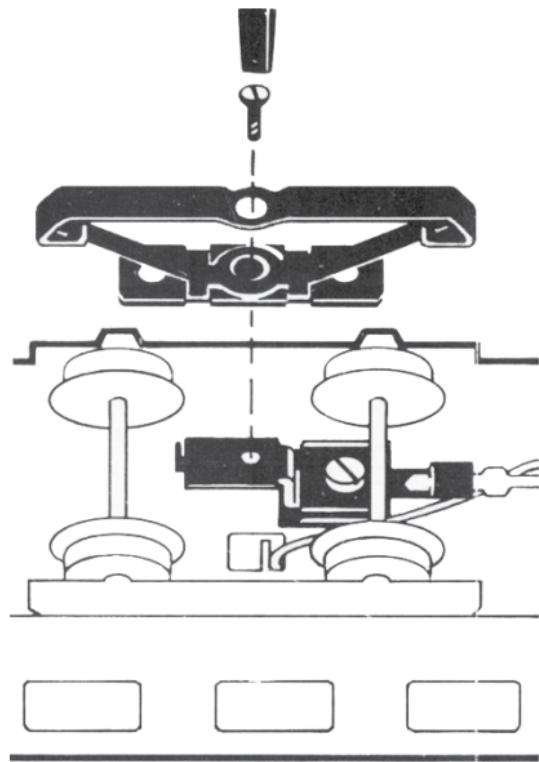

Fig. 7
8. Screw the pickup shoe on the pickup shoe mount using the countersunk screw and adjust the pickup shoe so that it is parallel to the longitudinal axis of the truck (fig. 7).
8. Visser le frotteur sur le support avec la vis fraisée tout en orientant le frotteur selon l'axe longitudinal du bogie (Fig. 7).
8. Sleper op de sleperdrager met de lenskopschroef vastdraaien en daarbij de sleper in de lengteas van het draaistel positioneren (Fig. 7).
8. Atornillar el patín al portapatín con el tornillo con cabeza de gota de sebo y, al hacerlo, asegurándose de que el patín quede alineado con el eje longitudinal del bogie (fig. 7).
8. Avvitare il pattino sul supporto del pattino con la vite a testa svassata e nel fare questo allineare il pattino sull'asse longitudinale del carrello (Fig. 7).
8. Släpskon skruvas fast vid släpskohållaren, använd skruven med försänkskalle. Rikta samtidigt in släpskon i boggins längdriktning (Fig. 7).
8. Skru sliberen fast på slibevognen ved hjælp af en skrue med nedskænket hoved og tilpas sliberen, så den er placeret langs med bogiens længdeakse (Fig. 7).